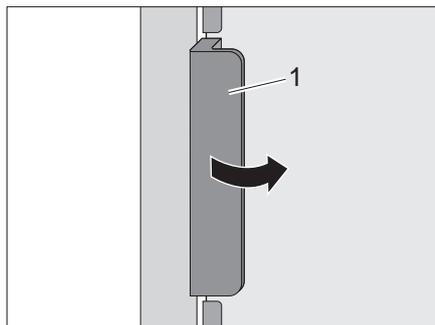
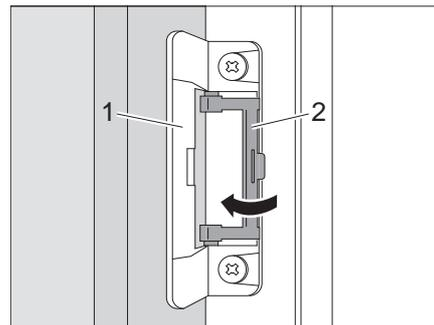

Fig. 149 Ouvrir la porte du réfrigérateur
Fig. 150 Bloquer la position de ventilation
- Ouvrir la porte du réfrigérateur avec la poignée (Fig. 149,1). Le verrouillage (Fig. 150,1) sera débloqué automatiquement.
- Rabattre le dispositif de blocage (Fig. 150,2).